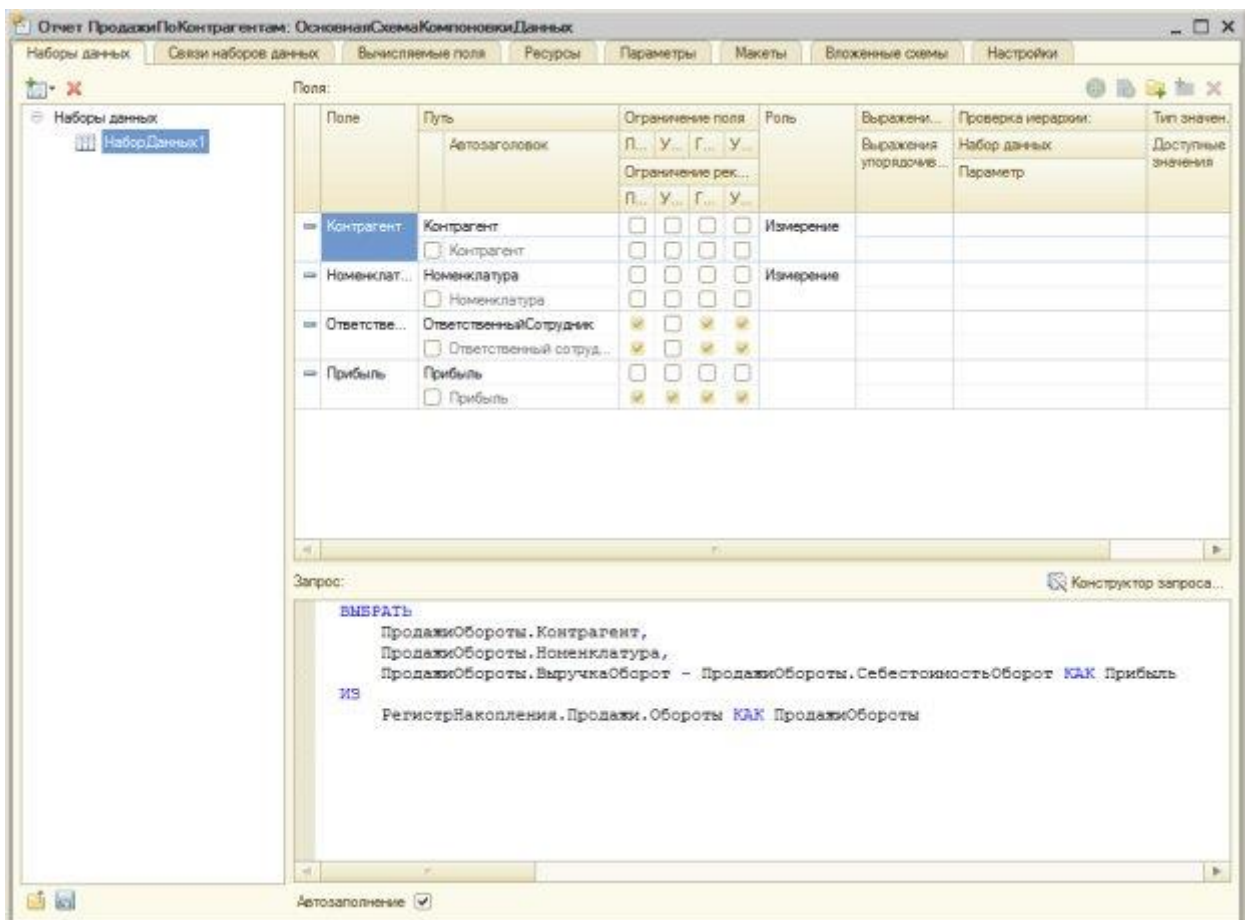

Рисунок 16.1- Набор данных в конструкторе СКД
2. Откроем основную схему компоновки данных отчета. Добавим новый набор данных – **Запрос**. Создадим с помощью конструктора запроса запрос следующего содержания, рисунок 16.1.